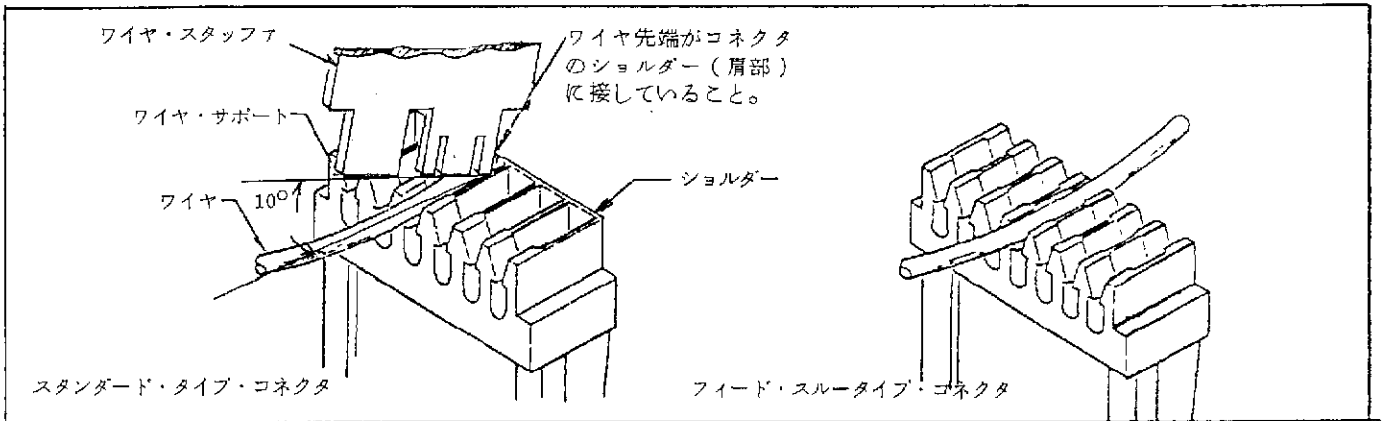

図 3
(図3参照)
3.4 ツールのワイヤ・スタッフ部をワイヤ上で位置決めしコネクタ・ショルダーにガイドさせながら約 10° 位傾むけた状態（図3参照）で一旦軽く押付けた後ツールを離しワイヤがコネクタ・コンタクトの中心に有ることを確認して下さい。